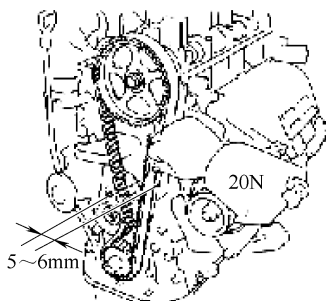

图 1-113 检查正时带变形量
③ 检查正时带变形。检查图 1-113 所示位置存在的正时带变形量。